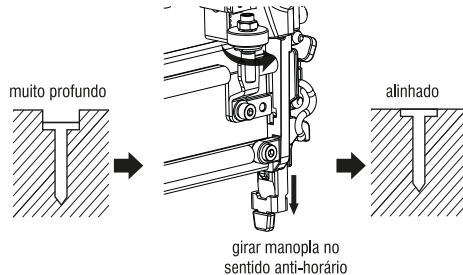

Fig. 6 – Pinos muito profundos
- Para reduzir a profundidade do pino, gire a manopla no sentido anti-horário, conforme a Fig. 6;